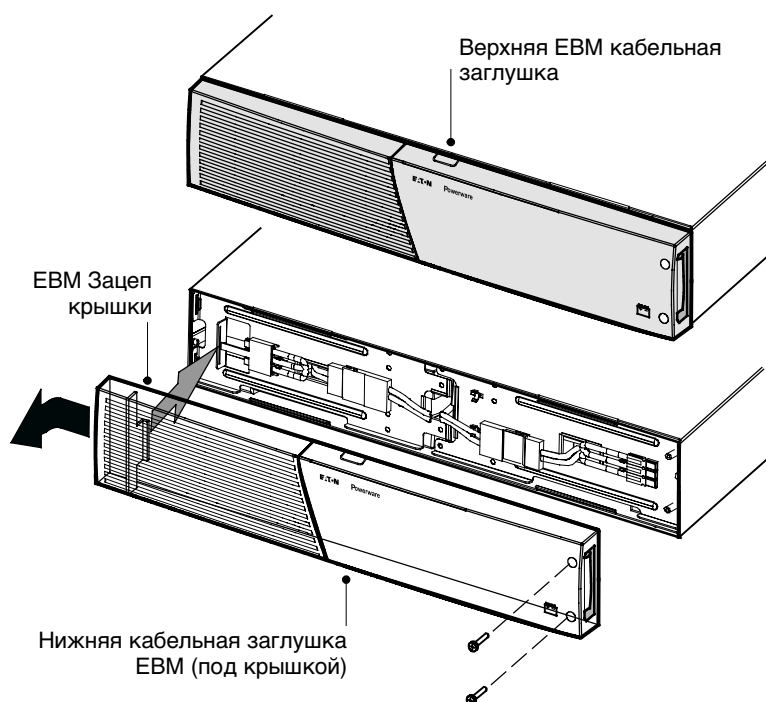

Рисунок 27. Снятие передней EBM крышки
1. Снимите переднюю крышку каждого EBM (см. Рисунок 27).
5. Снимите переднюю крышку каждого нового ЕВМ (см. Рисунок 27).
6. Для нижней части (или только) ЕВМ снимите кабельную заглушку ЕВМ в верхней части крышки. Расположение верхней кабельной заглушки Рисунок 27 см. на ЕВМ.
7. Если вы устанавливаете несколько новых ЕВМ, для каждого дополнительного ЕВМ снимите кабельную заглушку ЕВМ в верхней и нижней части передней крышки ЕВМ. Расположение кабельных заглушек Рисунок 27 см. ЕВМ на.
Перед установкой крышки на место убедитесь, что кабели ЕВМ проложены через заглушки в крышке ЕВМ, затем подвиньте крышку слева направо до соединения с зацепом для крышки в левой части шкафа ЕВМ. Вверните на место два винта с правой стороны передней крышки. Для справки см. Рисунок 27 на странице 52.